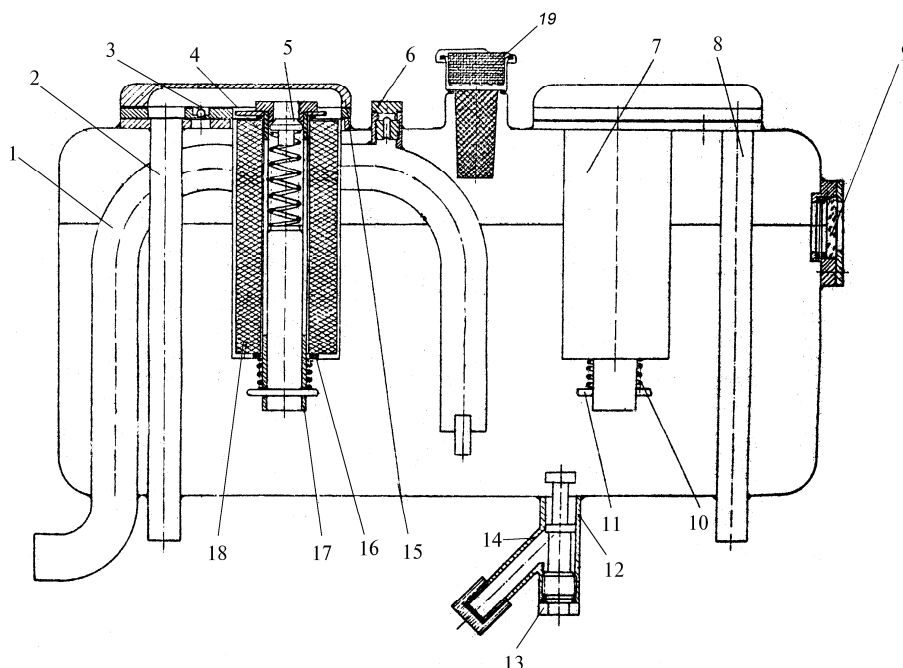

Рис. 5 Гидробак
Заправку масла производить в следующем порядке (рис. 5):
- вывинтить крышку 9 (рис. 5) заливной горловины гидробака;